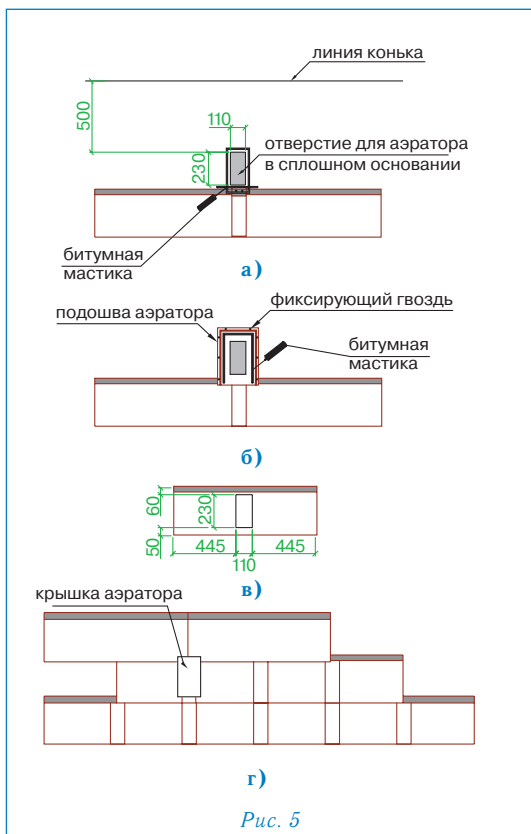

Рис. 5
Установка аэратора (рис. 5)
- В сплошном основании кровли прорезается отверстие 11 × 23 см, расположенное согласно рис. 5а;
- корпус аэратора устанавливается поверх отверстия и фиксируется гвоздями из нержавеющей стали; по верхней и боковым сторонам подошвы корпуса также наносится битумная мастика (рис. 5б);
- далее укладывается очередной ряд черепицы; подошва аэратора при этом закрывается листом ПРЕСТИЖ ВИЗАНТИЯ с заранее прорезанным в нем отверстием (рис. 5в);
- на корпус аэратора устанавливается крышка, которая фиксируется нажатием (до щелчка) (рис. 5г).